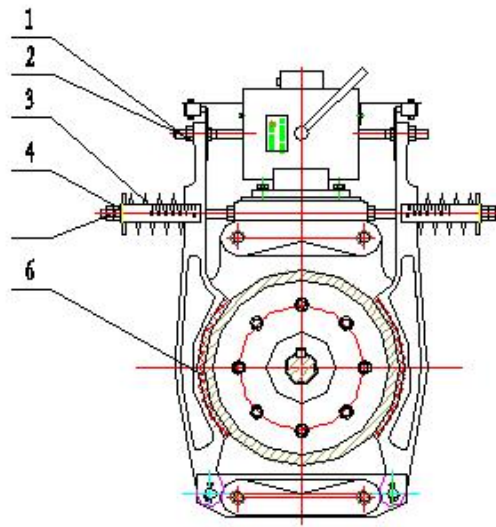

图 6.1 制动系统简图
6.2.7 制动器动作应灵活可靠。制动系统制动时闸瓦衬片应均匀紧贴制动轮表面,松闸后闸瓦与制动轮之间的平均间隙应在 0.3~0.45mm,且无局部接触。当闸瓦磨损后与制动轮表面的间隙过大时,应及时调节使间隙符合要求。具体操作方法为:调整制动臂上的件 1-调整螺栓使之向外旋出,调整到合格间隙后锁紧件 2-锁紧螺母一。制动弹簧工作长度也相应改变,调整方法为:旋入件 4-调整螺母使件 3-弹簧压缩,使之满足制动力矩(单臂)是额定转矩的 1.1 倍,并且保证两边制动力矩一致,然后锁紧件 5-锁紧螺母二(参见图 6.1);